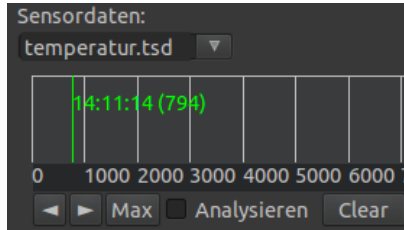

Abbildung 9: Zeitleiste für einen .tsd-Datensatz
- Sensordaten:** Wählen Sie hier die zu verwendenden Sensordaten aus. Wenn Sie Zeit-bezogene Sensordaten auswählen, wird eine Zeitleiste eingeblendet (s. Abbildung 9). Mit der [**linken Maustaste**] oder mit den **Pfeiltasten** können Sie den Zeitpunkt auswählen, für den die Temperaturverteilung berechnet werden soll. Der aktuelle Zeitpunkt wird mit Name und Index als grüner Balken angezeigt.